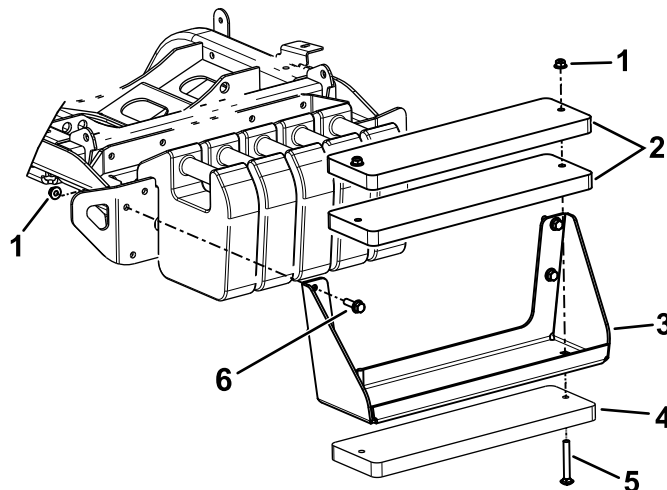

Figura 22
**Nota:** Consulte Figura 22 para estes passos.
- A. Utilize os parafusos ( $\frac{3}{8}$  pol. x 4 pol.) e porcas ( $\frac{3}{8}$  pol.) para prender os 3 pesos ao suporte (Figura 22).
- B. Utilize os parafusos e porcas hexagonais (incluídos no kit) para fixar o suporte de peso à máquina (Figura 22).
- A. Remova o suporte de peso da máquina (Figura 22).
- C. Utilize os parafusos ( $\frac{3}{8}$  pol. x 4 pol.) e porcas ( $\frac{3}{8}$  pol.) para prender os 3 pesos ao suporte (Figura 22).
- D. Utilize as ferragens previamente removidas para prender o suporte de peso à máquina (Figura 22).